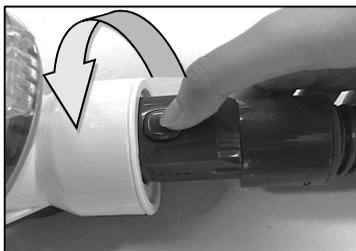

Abb. 2
2. **Entfernen Sie das Schlauchzubehör:** Wenn Sie es demontieren wollen, können Sie den Schlauchanschluss nach links drehen und dann herausziehen. (Abb. 2)